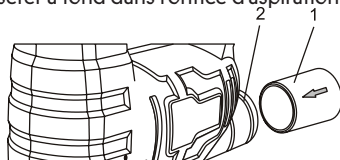

Fig. 10
Fixez le raccord d'aspiration (1) en l'insérant dans l'orifice d'aspiration (2) qui se trouve à l'arrière du boîtier de la scie (Fig. 10).